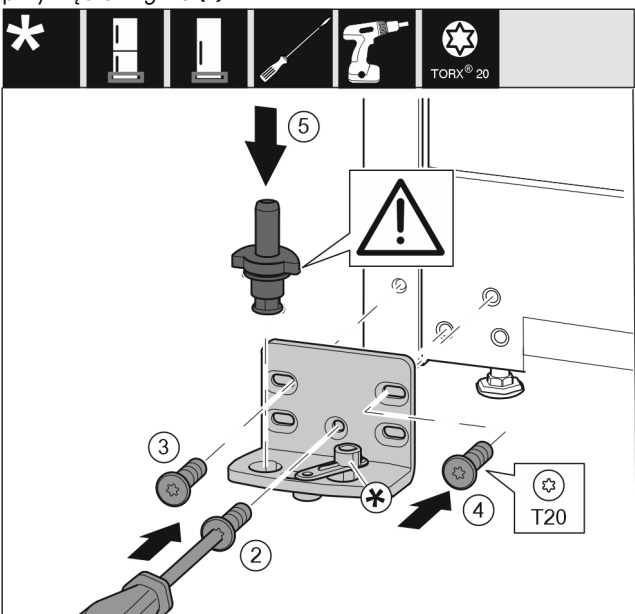

Fig. 14
- ▶ Płytkę zawiasu założyć z drugiej strony i przykręcić przy pomocy śrubokręta T20. Rozpocząć od śruby 2 dolnej umieszczonej na środku. Fig. 14 (2)
- ▶ Dokręcić śrubę 3 i 4. Fig. 14 (3,4)
- ▶ Założyć całą sworznię płytki zawiasu. Przy tym zwrócić uwagę, by krzywka zatrzaskowa wskazywała do tyłu. Fig. 14 (5)